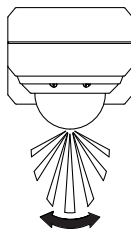
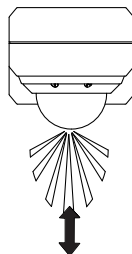

Fig. 1B
Fig. 1C
- L'area di monitoraggio del sensore di movimento può variare leggermente a seconda dell'altezza e del luogo di montaggio, nonché della temperatura ambiente. Prima di scegliere il punto in cui installare il sensore di movimento, tenere conto del fatto che il sensore reagisce con maggiore sensibilità ai movimenti che attraversano trasversalmente l'area di monitoraggio (vedi fig.1B), rispetto ai movimenti che si dirigono direttamente verso di esso o che da esso si allontanano (vedi fig. 1C).